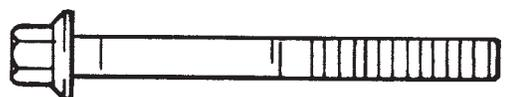

Figure 11-8. Boulons de la bielle.
5. Trois différents types de boulons pour bielles ont été utilisés en usine et chaque boulon a son propre couple de serrage. Voir les figures 11-8 et 11-9.